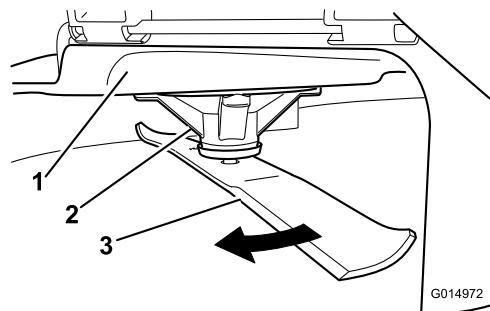

Figure 52
- Enfilez des gants épais ou utilisez une autre protection adéquate pour les mains, et faites tourner la lame lentement jusqu'à une position permettant de mesurer la distance entre le tranchant et la surface plane sur laquelle se trouve la machine (Figure 52).